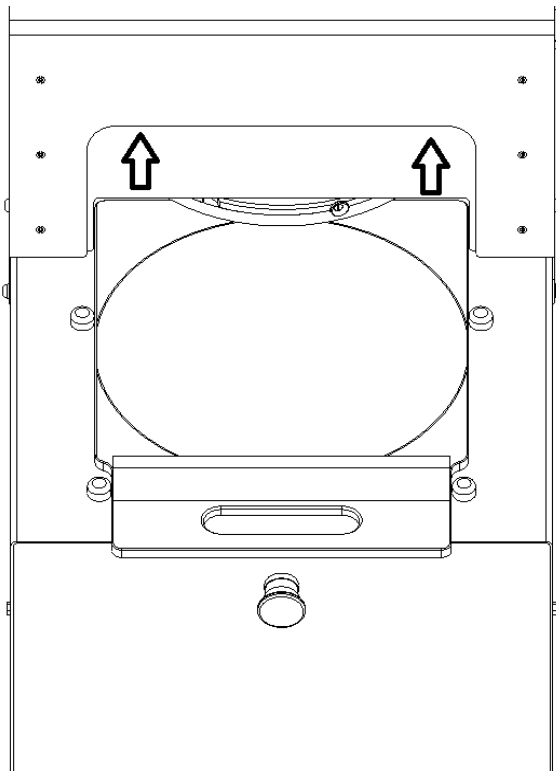

Abbildung 3 Anheben der Plexiabdeckung
- Den Pressteller durch Rechtsbewegung in die obere Endlage bringen. (siehe Abbildung 3)
Durch Drehen des Presstellers nach rechts oder nach links wird die Dicke des gepressten Fleisches geändert. Nach durchgeführter Regulierung ist der Sicherheitsschalter (siehe Abb. 3) zu entriegeln, die Plexiabdeckung zu senken und ein Pressversuch an einem Stück Fleisch vorzunehmen. Ist das Versuchsergebnis zufriedenstellend, kann der Dauerbetrieb aufgenommen werden. Jedes weitere Stück Fleisch wird auf dieselbe Dicke gepresst.